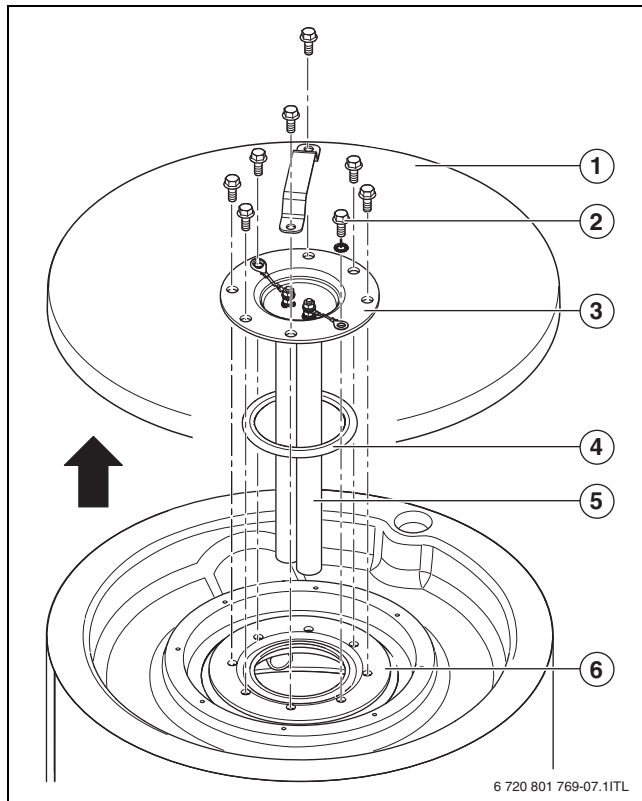
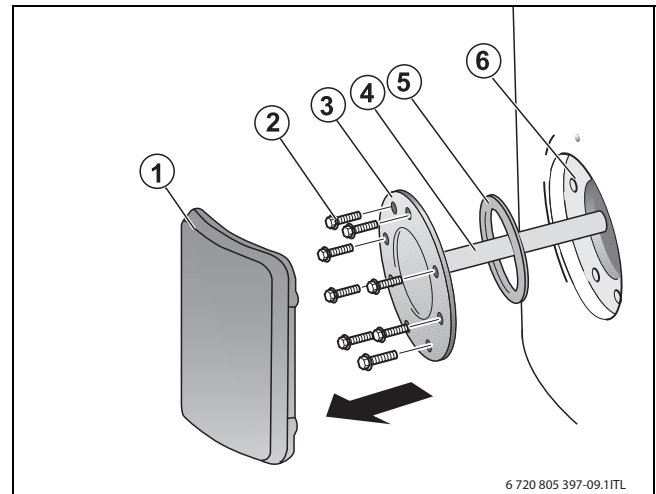

Fig. 17 Desmontar la tapa del registro de acceso manual SU54/5
Fig. 18 Desmontar la tapa del registro de acceso manual SU80/5, SU100/5
- ▶ Retirar la tapa del revestimiento PS (SU54/5) (→ fig. 17, pág. 33, [1]) o el recubrimiento de la tapa del punto de acceso manual (SU80/5, SU100/5) (→ fig. 18, pág. 33, [1]) del acumulador de agua caliente.
- ▶ Desmontar la tapa del registro de acceso manual (→ fig. 17, pág. 33) si aún no se ha hecho.